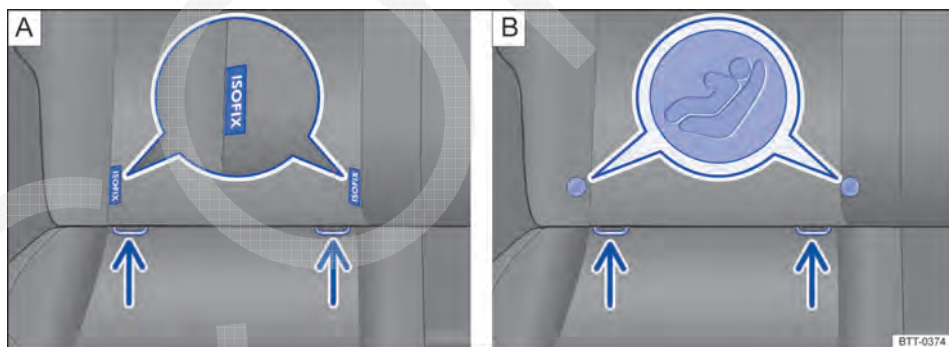

Fig. 88 No banco do veículo: variantes de identificação dos pontos de ancoragem inferiores para cadeiras de criança.
- Na montagem ou desmontagem, observar a instrução do fabricante da cadeira de criança ⇒ ❷.
- Encaixar a cadeira de criança nos olhais de retenção ⇒ Fig. 88 na direção da seta. A cadeira de criança deve engatar de forma segura e audível.
- Na montagem ou desmontagem, observar a instrução do fabricante da cadeira de criança ⇒ ❸.
- Colocar a cadeira de criança sobre a superfície do banco e enganchar os ganchos dos cintos de fixação nos olhais de retenção ⇒ Fig. 88.